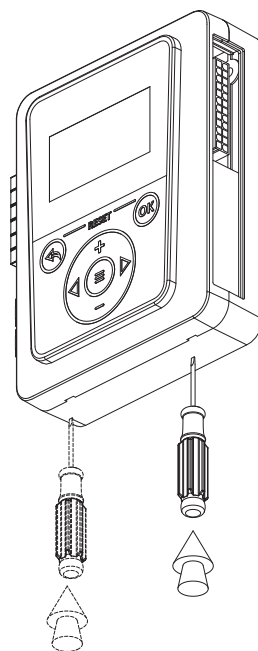

Рис. 23 Демонтаж лицевой панели
2. Снимите лицевую панель контроллера, ослабив защелки с помощью отвертки (**Рис. 23**);